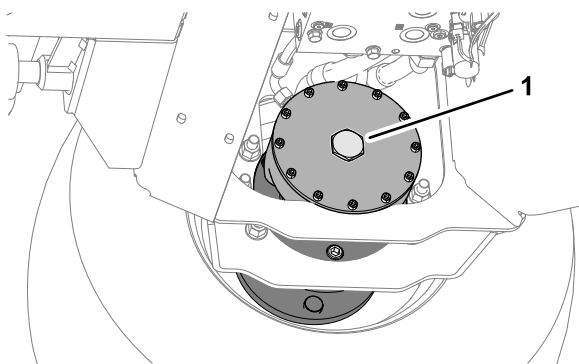

Figure 46
2. Remettez en place le bouchon hexagonal dans la plaque d'extrémité du moteur (**Figure 46**).